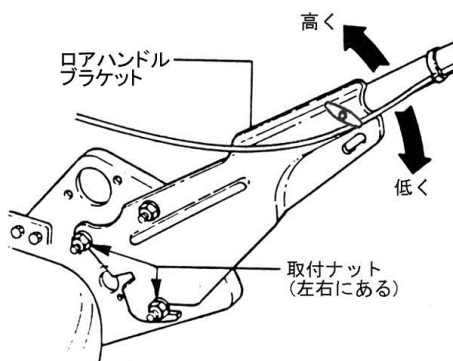

図 4-6
1. ローハンドルブラケットの取付ナット（左右2ヶずつ）を緩めます。(図4-6)